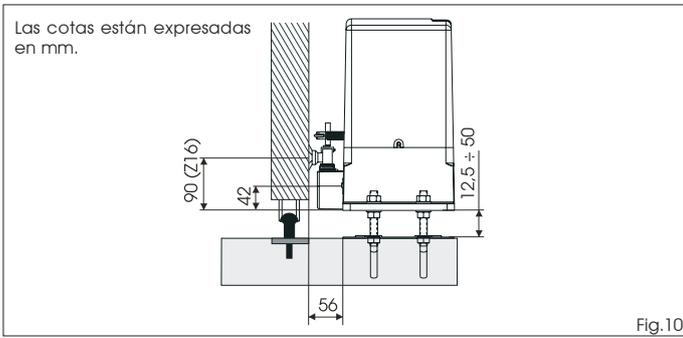

Fig.10
- Regule la altura del motorreductor y la distancia hasta la cancela, tomando como referencia a las cotas indicadas en la Fig. 10.